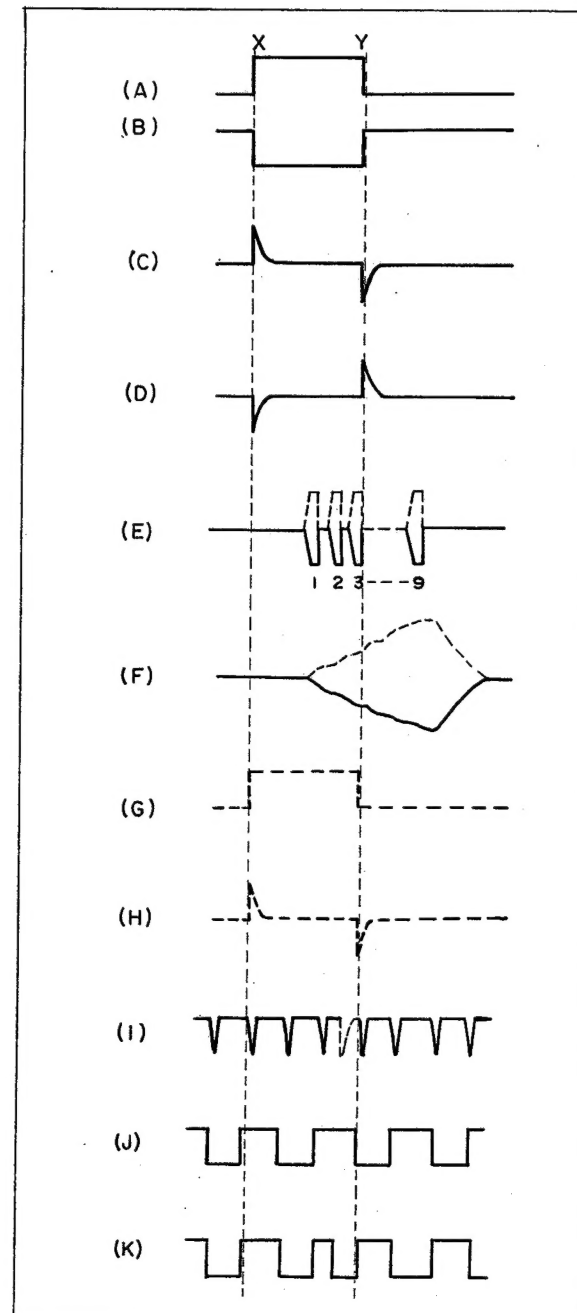
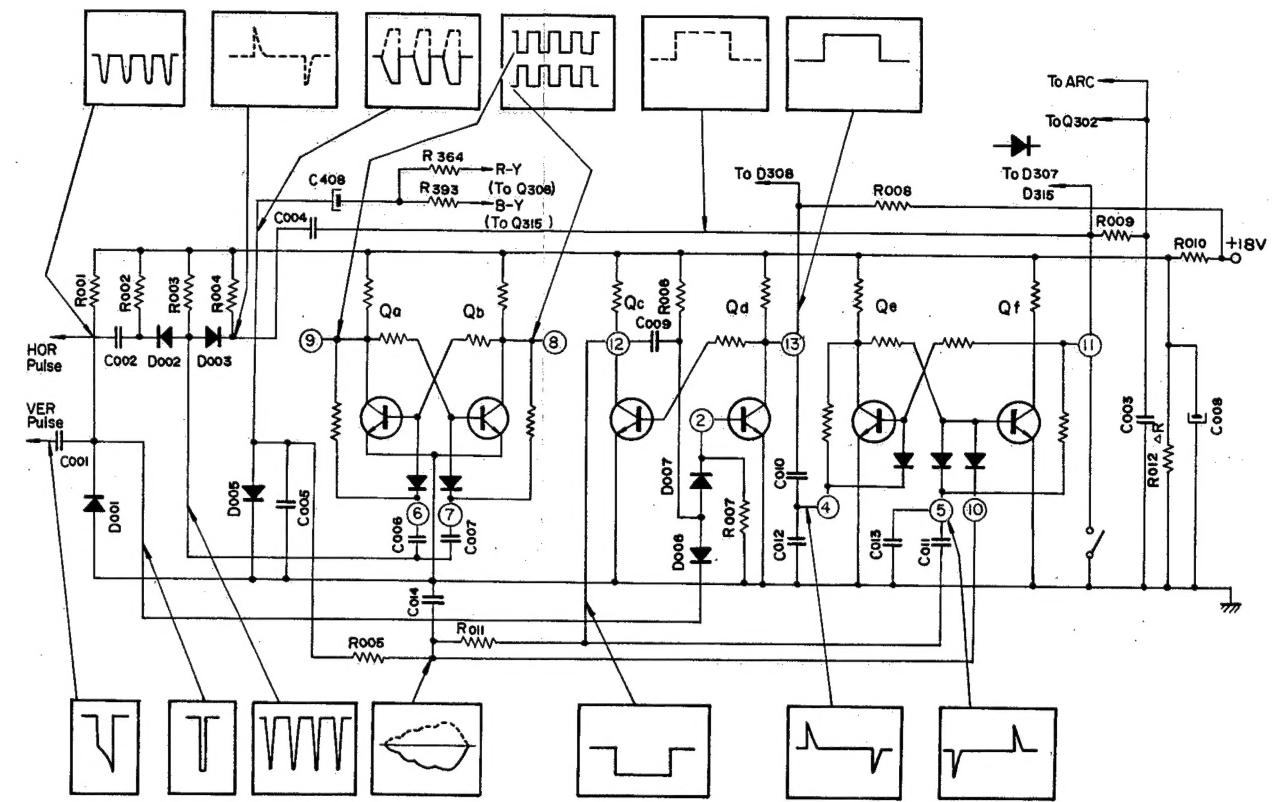

Fig. 1-3.
Fig. 1-4.
- une bascule commandant les diodes de blocage (killer) des circuits couleur (voir figure 1-4).
L'impulsion de balayage horizontal, issue de HOT, est mise en forme par la capacité C002, la résistance R002 et la diode D002, et est transmise aux bases des transistors Qa et Qb; aux collecteurs ⑧ et ⑨ des transistors Qa et Qb, on obtient alors les impulsions de commutation telles qu'elles figurent figure 1-3 (J), et qui sont destinées aux diodes de commutation D305, D306, D313 et D314. Les impulsions de commutation fournissent donc le signal couleur directe et le signal couleur retardé de 1-H aux discriminateurs R-Y et B-Y par ordre correct.
IC component employed for the colour-identification circuit is consisting of three circuits; flip-flop circuit for operating switching diodes, delay multivibrator circuit for vertical pulse shaper and flip-flop circuit for operating colour killer diodes. (Refer to Fig. 1-4.)
The horizontal pulse from HOT is waveshaped by C002, R002 and D002, and is supplied to the bases of Qa and Qb. At the collectors ⑧ and ⑨ of Qa and Qb, the switching pulses shown in Fig. 1-3 (J) appear, and are supplied to the switching diodes D305, D306, D313 and D314 respectively. Thus the switching pulses supply the direct colour signal and the 1-H delayed colour signal to each R-Y and B-Y discriminator in right order.
Le circuit du multivibrateur de retard est déclenché par le front de l'impulsion verticale, provenant du VOT, qui est mis en forme par la capacité C001 et la diode D001. On obtient aux points ⑫ et ⑬ l'impulsion retardée par la constante de temps engendrée par la capacité C009 et la résistance R006, dont la forme est représentée en figures 1-3(B) et 1-3(A). Ces impulsions sont transmises aux bases des transistors Qe et Qf comme impulsion de porte après différentiation; l'impulsion positive (voir figure 1-3(A)) est fournie au collecteur du transistor Q307 (ACC-2) par l'intermédiaire de la diode D308. Celle-ci commande l'ampli chrominance de manière qu'il ne coupe pas les signaux d'identification de couleur, lorsque le potentiomètre de réglage de couleur est actionné contre le sens des aiguilles d'une montre. La largeur de l'impulsion est déterminée de telle façon que le circuit de chrominance n'agit que durant les intervalles de suppression de balayage vertical, et la durée de la descente de l'impulsion doit être finie lorsque le signal d'identification de couleur est délivrée à la base.
Delay multivibrator circuit is triggered by the leading edge of the vertical pulse from VOT which is waveshaped by C001 and D001. At terminals ⑫ and ⑬, the pulse delayed by the time constant that is the product of C009 and R006 is obtained as shown in Figs. 1-3 (A) and 1-3 (B). These pulses are supplied to the bases of Qe and Qf as a gate pulse after differentiation, and positive pulse in Fig. 1-3 (A) is also supplied to the collector of Q307 (ACC-2) through D308. It operates the chroma amplifier not to cut off colour-identification signal, when the colour control is turned counterclockwise. The pulse width is determined so that the chroma circuit is operated during only the vertical blanking interval, and the decay time of the pulse should be finished while the colour-identification signal is supplied to the base.
When the negative pulse is supplied to the cathode of D006, D006 conducts and the base voltage of Qd is lowered. Qd is cut off and high collector voltage is obtained. Qc is turned ON, and C009 is charged through R006. Thus the base voltage of Qd rises slowly by the time constant of R006 and C009, and then Qd is turned ON. Thus the pulse, whose width is determined by the time constant of R009 and C009, is obtained at terminals ⑫ and ⑬ as illustrated in Fig. 1-4. These pulses are differentiated and supplied to the bases of Qe and Qf respectively to turn ON or OFF the killer diodes. Transistor Qe turns ON, only when the negative pulse is supplied to the base of Qf. Pulses at terminals ⑫ and ⑬ are the same in their rise times and have opposite polarities. Therefore, the negative differentiated pulses at terminals ④ and ⑤ have some time
Le circuit du multivibrateur de retard est déclenché par le front de l'impulsion verticale, provenant du VOT, qui est mis en forme par la capacité C001 et la diode D001. On obtient aux points (12) et (13) l'impulsion retardée par la constante de temps engendrée par la capacité C009 et la résistance R006, dont la forme est représentée en figures 1-3(B) et 1-3(A). Ces impulsions sont transmises aux bases des transistors Qe et Qf comme impulsion de porte après différentiation; l'impulsion positive (voir figure 1-3(A)) est fournie au collecteur du transistor Q307 (ACC-2) par l'intermédiaire de la diode D308. Celle-ci commande l'ampli chrominance de manière qu'il ne coupe pas les signaux d'identification de couleur, lorsque le potentiomètre de réglage de couleur est actionné contre le sens des aiguilles d'une montre. La largeur de l'impulsion est déterminée de telle façon que le circuit de chrominance n'agit que durant les intervalles de suppression de balayage vertical, et la durée de la descente de l'impulsion doit être finie lorsque le signal d'identification de couleur est délivrée à la base.
Delay multivibrator circuit is triggered by the leading edge of the vertical pulse from VOT which is waveshaped by C001 and D001. At terminals (12) and (13), the pulse delayed by the time constant that is the product of C009 and R006 is obtained as shown in Figs. 1-3 (A) and 1-3 (B). These pulses are supplied to the bases of Qe and Qf as a gate pulse after differentiation, and positive pulse in Fig. 1-3 (A) is also supplied to the collector of Q307 (ACC-2) through D308. It operates the chroma amplifier not to cut off colour-identification signal, when the colour control is turned counterclockwise. The pulse width is determined so that the chroma circuit is operated during only the vertical blanking interval, and the decay time of the pulse should be finished while the colour-identification signal is supplied to the base.
When the negative pulse is supplied to the cathode of D006, D006 conducts and the base voltage of Qd is lowered. Qd is cut off and high collector voltage is obtained. Qc is turned ON, and C009 is charged through R006. Thus the base voltage of Qd rises slowly by the time constant of R006 and C009, and then Qd is turned ON. Thus the pulse, whose width is determined by the time constant of R009 and C009, is obtained at terminals (12) and (13) as illustrated in Fig. 1-4. These pulses are differentiated and supplied to the bases of Qe and Qf respectively to turn ON or OFF the killer diodes. Transistor Qe turns ON, only when the negative pulse is supplied to the base of Qf. Pulses at terminals (12) and (13) are the same in their rise times and have opposite polarities. Therefore, the negative differentiated pulses at terminals (4) and (5) have some time
Lorsqu'une impulsion négative apparaît aux bornes de la diode D006, elle est en fonction, et la tension de la base du transistor Qd diminue. Qd est coupé et l'on obtient une tension du collecteur élevée. Qc est mis en conduction et la capacité C009 se charge à travers la résistance R006. La tension de la base du transistor Qd augmente lentement en fonction de la constante de temps déterminée par la résistance R006 et la capacité C009 et Qd devient conducteur. L'impulsion (dont la largeur est déterminée par la constante de temps fournie par la résistance R009 et la capacité C009) est obtenue aux points (12) et (13) ainsi que le montre la figure 1-4. Ces impulsions sont différenciées et transmises aux bases des transistors Qe et Qf pour allumer ou couper les diodes de blocage. Le transistor Qe ne devient conducteur uniquement que lorsqu'on applique une impulsion négative à la base du transistor Qf. Les impulsions délivrées aux points (13) et (12) ont les mêmes temps de montée et sont de phase inversée (polarité inversée). Donc, les impulsions négatives différenciées fournies aux points (4) et (5) peuvent présenter parfois quelques différences en temps. Les impulsions différentielles négatives produites au point X (figure 1-3) sont d'abord délivrées au point (5) et le transistor Qf est coupé. La tension au point (11) augmente. Etant donné que le point (11) est relié aux circuits de blocage de couleurs et à la base du transistor Q302, les diodes de blocage de couleurs (diodes killer) sont coupées et le signal de chrominance est délivré à l'amplificateur de chrominance. Ceci est réalisé durant l'intervalle de suppression du faisceau de balayage vertical, l'image de chrominance n'apparaît pas sur l'écran. En suite l'impulsion négative produite au point Y est délivrée au point (4), le transistor Qe est coupé et le transistor Qf est allumé. La tension en (11) décroît jusqu'à près de 0 volt et les diodes de blocage de couleurs sont en fonction. Ainsi seule une image en luminosité apparaît sur l'écran durant une émission en noir et blanc.
différences. The negative differentiated pulse produced at point X in Fig. 1-3 is first supplied to terminal (5), and Qf is cut off. The voltage at terminal (11) is increased. As the terminal (11) is connected to the colour killer circuit and also the base of Q302, the colour killer diodes are cut off and chrominance signal is supplied to the chroma amp. But this is done in the vertical blanking interval, colour picture does not appear on the screen. Next the negative pulse produced at point Y is supplied to terminal (4), and Qe is cut off and Qf is turned ON. Accordingly the voltage at terminal (11) is decreased to almost 0V, and colour killer diodes conduct. Thus only luminance image appears on the screen in black-and-white broadcasting.
Identification signals shown in Fig. 1-3 (E) are matrixed by R364 and R393, and is integrated by C005, R005 and C014. See Fig. 1-3 (F). It is supplied to terminal (10).
When R-Y and B-Y signals are supplied to each correct discriminator by Qa and Qb, each colour-identification signal is fed into a matrix with correct phase. At the same time the colour-identification signal with solid line as shown in Fig. 1-4 (correct polarity) is fed to terminal (10), the negative pulse produced at point Y is supplied to the base of Qe. Usually Qf turns ON as the collector voltage is decreased, but in this case the base voltage of Qf is forced to be decreased by the G-Y colour-identification signal and Qf is still remained in the cut-off condition. The collector voltage at Qf is not decreased and the colour killer diode does not conduct. Thus normal colour picture can be obtained on the screen.
When the switching diodes are operated by the colour-identification signal with incorrect polarity (positive) as shown by a dotted line in Fig. 1-3 (F), the diode connected to terminal (10) is cut off. When the pulse produced at point Y is supplied to terminal (4), Qf turns ON and the collector voltage of Qf is decreased to almost 0V. The colour killer diodes conduct and luminance image appears on only one field after pulse produced at point Y.
Les signaux d'identification, tels qu'ils se trouvent en figure 1-3(E), sont matricés par les résistances R364 et R393 et intégrés par le système constitué des capacités C005, C014 et de la résistance R005 (voir figure 1-3(F)). Ces signaux sont délivrés au point ⑩. Lorsque les signaux R-Y et B-Y sont fournis à chaque discriminateur correspondant par les transistors Qa et Qb, chaque signal d'identification de couleur est alimenté à une matrice en phase adéquate. En même temps, le signal d'identification de couleur (voir figure 1-4 en trait plein) (polarité correcte) est délivré au point ⑩ et l'impulsion négative déviée au point Y est fournie à la base du transistor Qe. En général Qf devient conducteur lorsque la tension du collecteur décroît, mais dans notre cas, la tension de la base du transistor Qf doit décroître à cause du signal d'identification de couleur G-Y et le transistor Qf est toujours maintenu dans l'état de blocage. La tension du collecteur du transistor Qf n'est pas diminuée et les diodes de blocage de couleurs (killer) ne fonctionnent pas. On obtient ainsi une image couleur normale sur l'écran.
Lorsque les diodes de commutation sont mises en fonctionnement par les signaux d'identification de couleur en raison d'une polarité non conforme (positive) (voir figure 1-3(F) en ligne pointillée), la diode reliée au point ⑩ est coupée.
Lorsque les impulsions produites au point Y sont délivrées au point ④, le transistor Qf devient conducteur et la tension de son collecteur décroît jusqu'à près de 0 volt. Les diodes de blocage (killer) de couleurs sont rendues conductrices et un seul champ de luminosité apparaît après l'impulsion produite au point Y. En ce cas, l'impulsion du point ⑪ (voir figure 1-3(G)) est différenciée par la capacité C004 et la résistance R004 (voir figure 1-3(H)) et est ajoutée à l'impulsion de déclenchement horizontal par l'intermédiaire de la diode D003. L'impulsion de commutation est soumise à l'inversion de sa phase due à cette impulsion ajoutée de déclenchement (figure 1-3(I)). Les diodes de blocage de couleurs (killer) sont coupées lorsque le signal d'identification de couleur suivant est délivré au point ⑩ et une image couleur peut être obtenue sur l'écran.
In this case the pulse at terminal ⑪ as shown in Fig. 1-3 (G) is differentiated by C004 and R004 as shown in Fig. 1-3 (H), and is added to the horizontal triggering pulse through D003. Thus, the switching pulse is reversed its polarity by this added triggering pulse in Fig. 1-3 (I). Thus the colour killer diodes are turned OFF when next identification signal is supplied to terminal ⑩ and colour picture can be obtained on the screen.